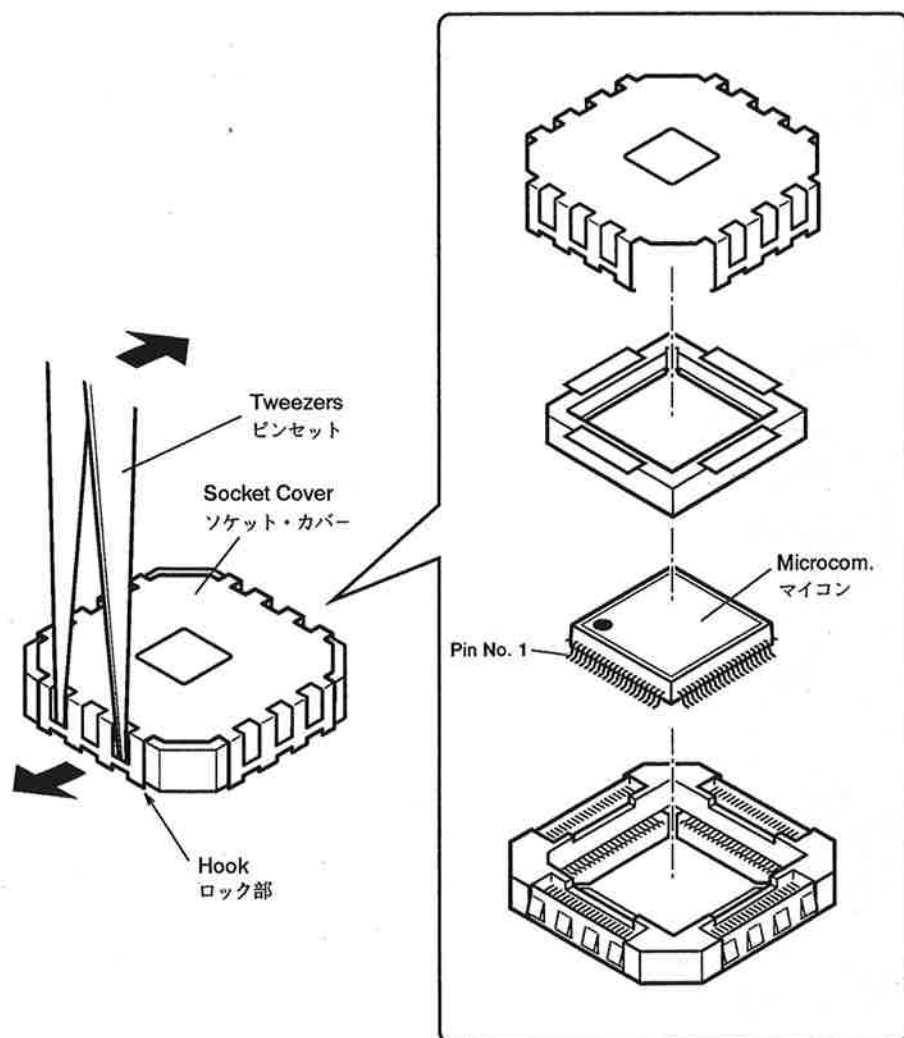

Fig. 2-1
1. Refer to Figure 2-1 and using a pair of tweezers unhook the socket cover (it is hooked at four points per side), then lift the socket cover off.
1. 図2-1のようにピンセットをソケット・カバーの穴に差し込みソケット・カバーの中心方向に倒すようにして、ソケット・カバーのロック部を4面、順に少しずつ外して、ソケット・カバーを外す。